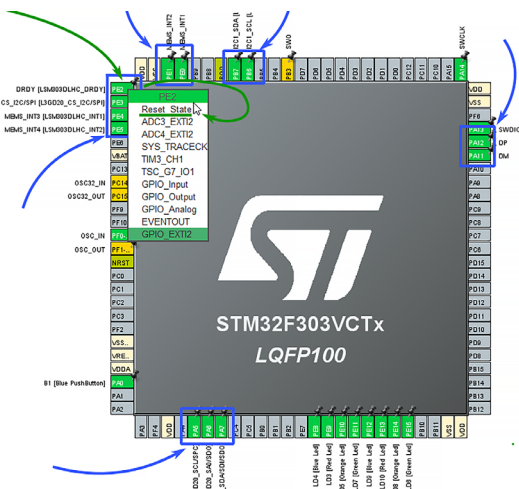

Рис. 2.2. Настройка режимов пинов микроконтроллера
5. Кликните на пин PE2 и в появившемся выпадающим списке выберите «Reset_State». Аналогично сбросьте настройки пинов PE0, PE1, PE3, PE4, PE5, PA5, PA6, PA7, PA11, PA12, PB6, PB7. Они подключены к периферии, которая не нужна для простых примеров. Их отключение упростит проект (рис. 2.2).